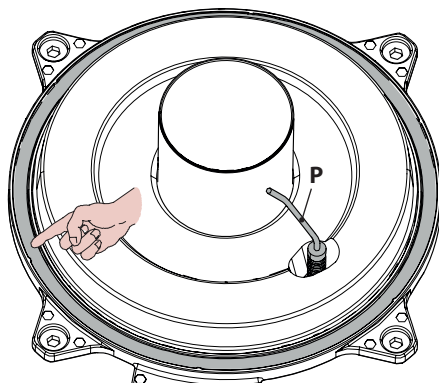

Figura 9.13
- La junta de silicona de la pared frontal de la cámara de combustión Figura 9.13 debe cambiarse si está deteriorada.
- El electrodo de encendido/detección **P** de la Figura 9.13 funciona también como sensor para la descarga correcta del condensado.